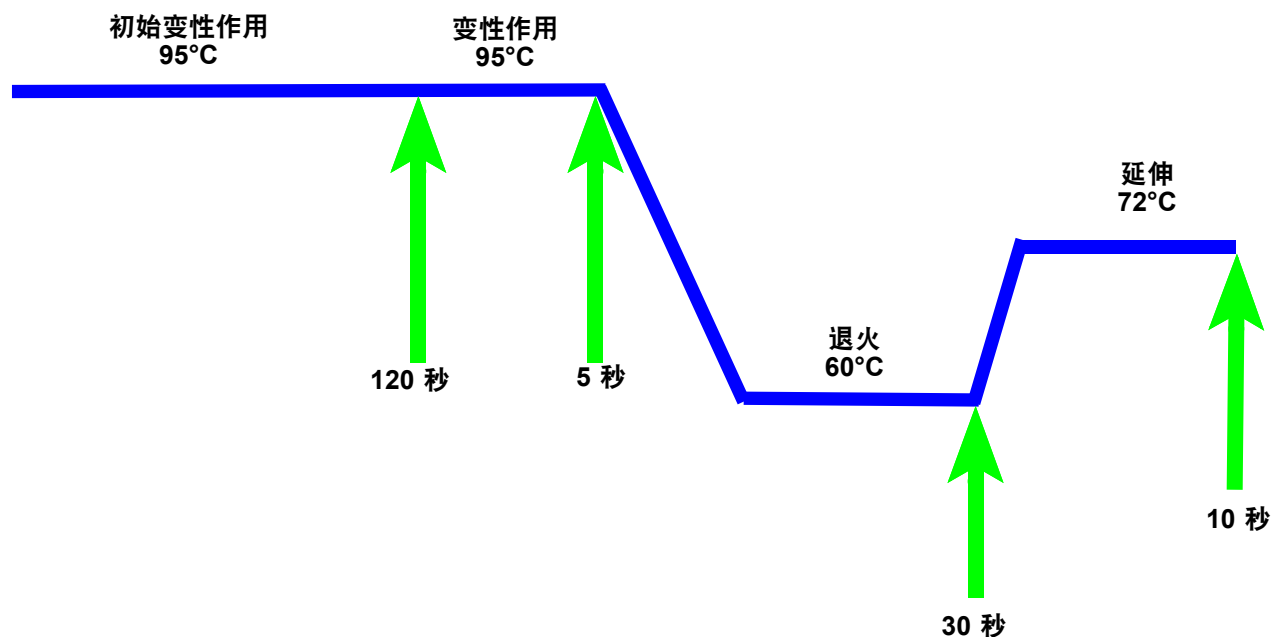

图 3-1. I-CORE 模块加热和风扇冷却（温度持续时间不按比例）的 PCR 循环图示例
5. 开始 RT-PCR（如适用）和 PCR 循环以及实时检测（参见图 3-1）。
图 3-1 中所示的 PCR 循环指明由 I-CORE 模块执行的 40 个循环。变性作用温度为 95°C；退火温度为 60°C；延伸温度为 72°C。这些温度的每个温度必须由模块维持一个特定的持续时间，如图 3-1 所示。初始变性作用进行一个循环需 120 秒。在聚合酶链式反应最后完成前，变性作用（5 秒）、退火（30 秒）以及延伸（10 秒）步骤依序循环 40 次。